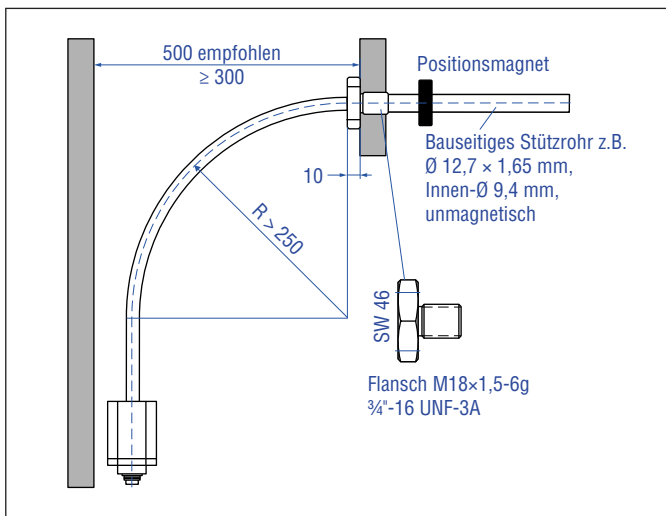

Abb. 29: Abstände für die Montage und Handhabung
3. Halten Sie bei der Montage/Demontage des Sensors einen Mindestabstand von 300 mm zu einer räumlichen Begrenzung ein. Der empfohlene Abstand beträgt 500 mm (Abb. 29).